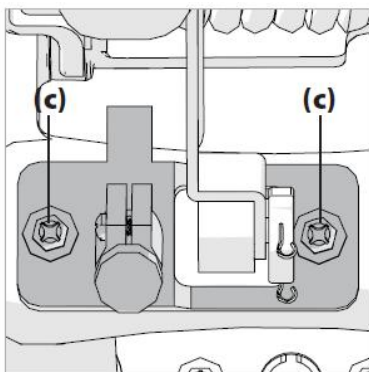

Fig. 7
- Ослабьте два винта (**Fig.7,c**)